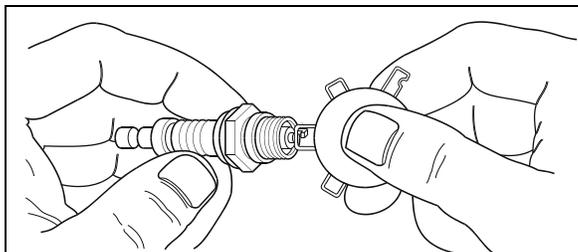

Figure 4-5 : Réglage de l'écartement des bougies d'allumage
5. Vérifiez l'écartement des électrodes à l'aide d'une jauge d'épaisseur à fils. Voir Figure 4-5. Réglez l'écartement en pliant soigneusement l'électrode de masse à :